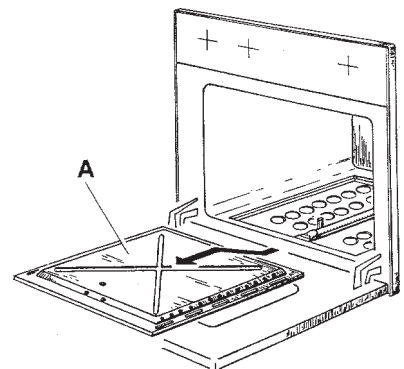

Abb. 10
- Ziehen Sie den Backofenboden (A - Abb.10) heraus;